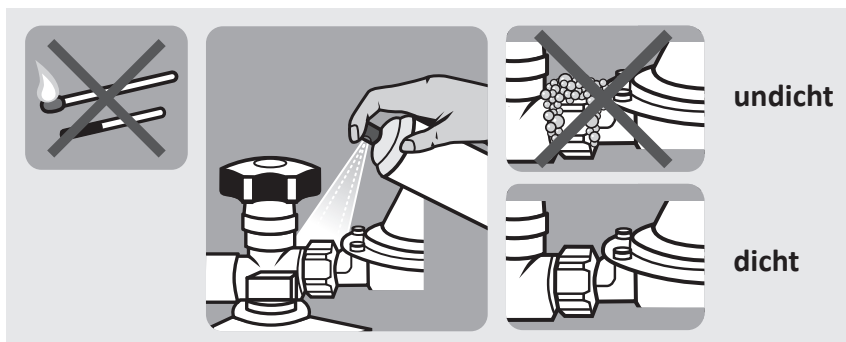

Abb. 2: Dichtheitsprüfung
**Alternativ:** Tragen Sie den Schaum mit einem Schwamm oder Pinsel auf. Achten Sie darauf, dass sämtliche Verbindungen vom Gashahn bis zum Gasventil am Gerät mit Schaum bedeckt sind. Dort wo sich Blasen bilden liegt eine Undichtheit vor (siehe Abb. 2).